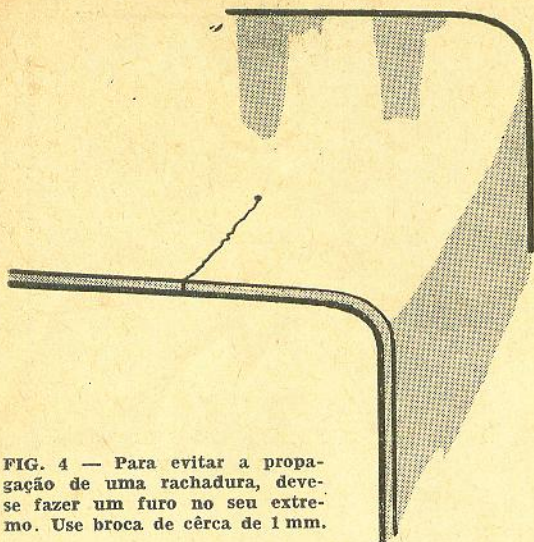

FIG. 4 — Para evitar a propagação de uma rachadura, deve-se fazer um furo no seu extremo. Use broca de cerca de 1 mm.
1. Evite que a rachadura se estenda, perfurando no seu extremo um orifício de aproximadamente 1 mm (Fig. 4).